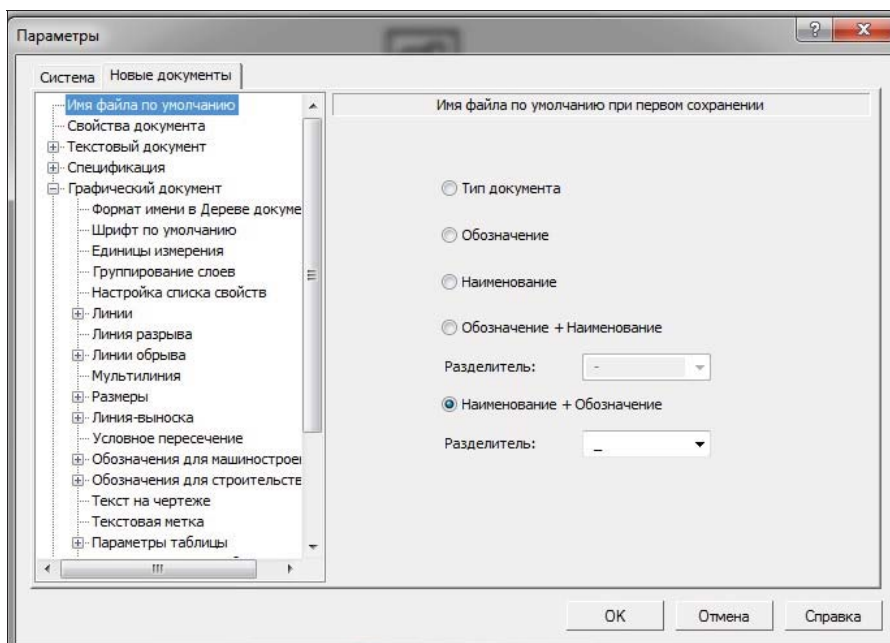

Рис. 17.12. Диалоговое окно **Параметры** с открытой вкладкой **Новые документы** и панелью **Имя файла по умолчанию**
- ◆ в левой части вкладки окна щелкните ЛК мыши по пункту **Имя файла по умолчанию**. В правой части откроется панель **Имя файла по умолчанию при первом сохранении** (рис. 17.12). На этой панели выберите один из вариантов имени файла. Автор выбирает вариант **Обозначение + Наименование**;